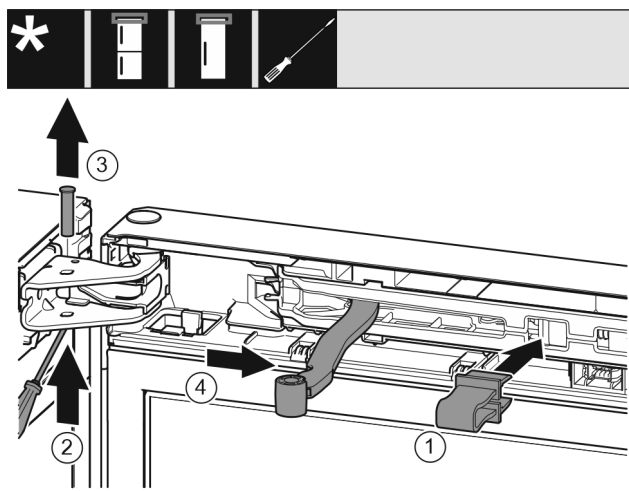

Fig. 13
- Nofiksējiet aizturi Fig. 13 (1) atverē.
- Izbīdīet tapu Fig. 13 (2).
- Izņemiet ārā tapu Fig. 13 (3) uz augšu.
- Pagrieziet šarnīru Fig. 13 (4) durvju virzienā.